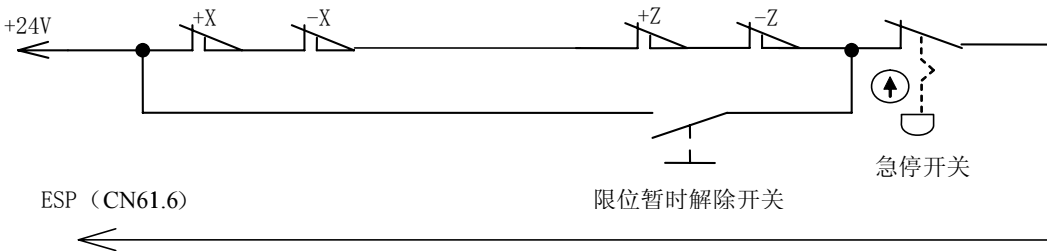

图 2-34A 急停、行程开关串联连接
① 行程限位与急停串联连接，连接方式如下图 2-34A 所示：